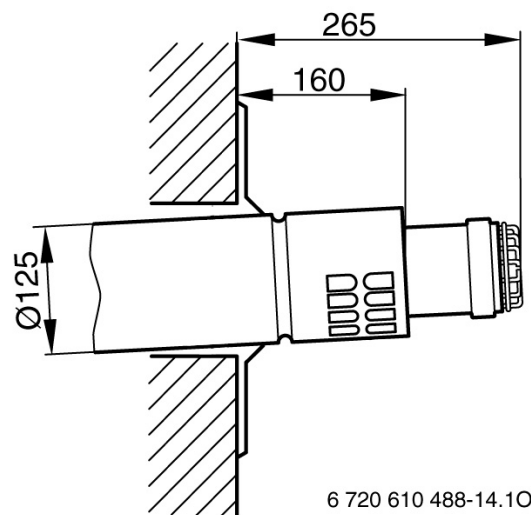

Fig. 28
- Beide buizen kunnen ingekort worden. De afgezaagde kanten goed ontbramen. Let erop dat de verseluchttoevoerbuis uit de buitenmuur uitsteekt (zie fig. 28).
- Les deux buses peuvent être raccourcies. Bien ébarber les parties coupées et veiller à ce que la buse d'amenée d'air frais dépasse le mur extérieur (voir fig. 28).
- De dubbelwandige buis op de juiste maat afzagen. De afgezaagde kanten goed ontbramen. Let erop dat de buis uit de buitenmuur moet uitsteken (zie fig. 28).
- Découper le conduit concentrique à la mesure exacte. Ebarber bien les parties coupées. Veiller à ce que la buse d'amenée d'air frais dépasse le mur extérieur (voir fig. 28).